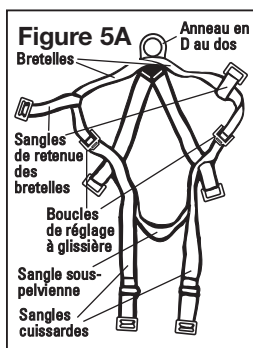

Figure 5B
ÉTAPE 1 (figure 5B) Saisissez tout d'abord le harnais par l'anneau en D se trouvant à l'arrière. La lettre « A », ainsi que des flèches indiquant la position verticale, sont estampillées à l'extérieur de la bande située sous la plaque de l'anneau en D. Ceci permet de différencier l'avant de l'arrière du harnais. Il faut s'assurer dans tous les cas que toutes les sangles ne sont pas enchevêtrées.